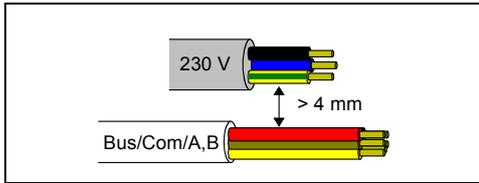
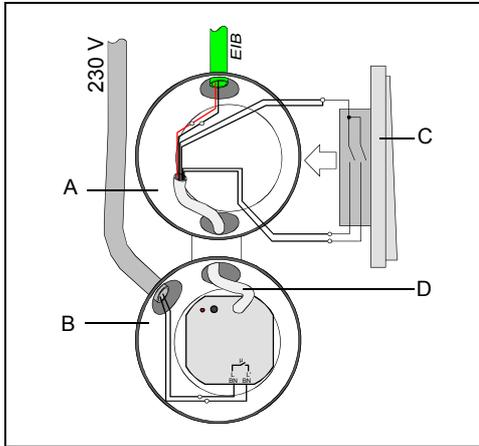

Bild 3 / Figure 3
Bild 4 / Figure 4
Ein Abstand von mindestens 4 mm zwischen den Kleinspannungsleitungen (Bus und Nebenstelleneingänge) und den Lastleitungen (230 V) ist sicherzustellen (vgl. Bild 3)! Es wird empfohlen, den Schaltaktor in zwei miteinander verbundene Unterputz-Dosen zu installieren (vgl. Bild 4). Die eine Dose (A) kann neben dem Bus- und Nebenstellenanschluss auch z. B. einen Serienschalter (C) aufnehmen. Die andere Dose (B) nimmt den Schaltaktor und die 230-V-Klemmen auf. Die 6polige Anschlussleitung (D) wird durch die Dosenverbindung geführt.
A spacing of at least 4 mm must be ensured between the low voltage lines (bus and extension inputs) and the load lines (230 V) (cf. Fig. 3)! It is recommended that the switch actuator is installed in two flush sockets connected to one another (cf. Fig. 4). One socket (A) can accommodate, e.g., a series switch (C) as well as the bus and extension connection. The other socket (B) accommodates the switch actuator and the 230 V terminals. The 6-pole connection lead (D) is guided through the socket connection.